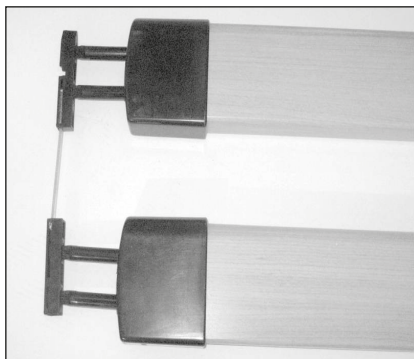

Fig.26
- Inserire i pattini in plastica come elemento di collegamento delle sponde da un lato e dall'altro prestando attenzione a far rimanere la parte triangolare a punta per lo stesso verso del lato stonato sulla sponda (Fig.26)